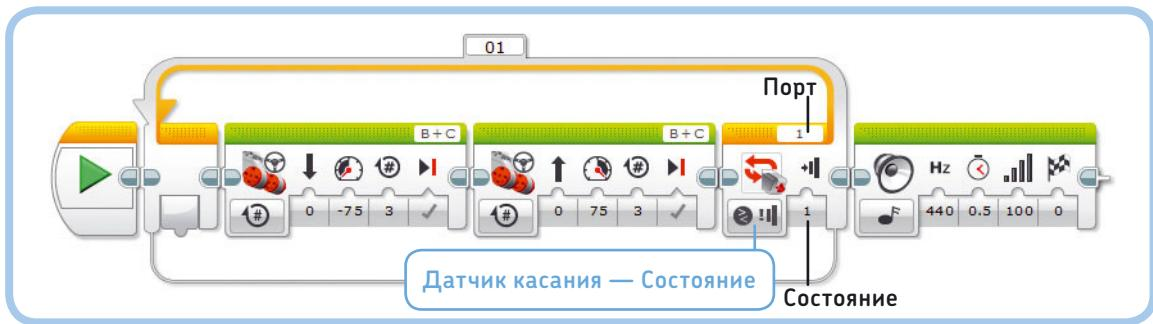

Рис. 6.10. Программа LoopUntilTouch. Чтобы настроить блок Цикл, нажмите кнопку выбора режима и выберите пункт Датчик касания ▶ Состояние
Как вы узнали в главе 5, вы можете настроить блок Цикл (Loop) на повторение определенное число раз, или в течение некоторого количества секунд, или на бесконечное зацикливание. Вы также можете запрограммировать блок Цикл (Loop) на остановку цикла на основе входного сигнала от датчика. Например, вы можете сделать так, чтобы ваш робот двигался вперед и назад, пока кнопка датчика касания не будет нажата. Чтобы таким образом настроить блок Цикл (Loop), выберите режим Датчик касания ▶ Состояние (Touch Sensor ▶ State), как показано на рис. 6.10. Как и прежде, присвойте значение 1 параметру Порт (Port).
- Блок **Цикл** (Loop) в режиме **Сравнение** (Compare) проверяет новые значения датчика каждый раз при готовности запустить блоки внутри цикла. Если условие истинно, то программа переходит к блоку, расположенному после цикла; если оно ложно, то цикл запускается снова (см. рис. 6.10). Блоки **Цикл** (Loop) всегда находятся в режиме сравнения.